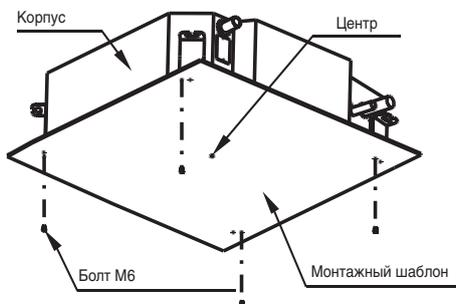

Рис. 5-5
2. После монтажа корпуса блока закрепите на нем монтажный шаблон с помощью болтов М6х12, чтобы определить размеры и расположение ниши в подвесном потолке (рис. 5-5).